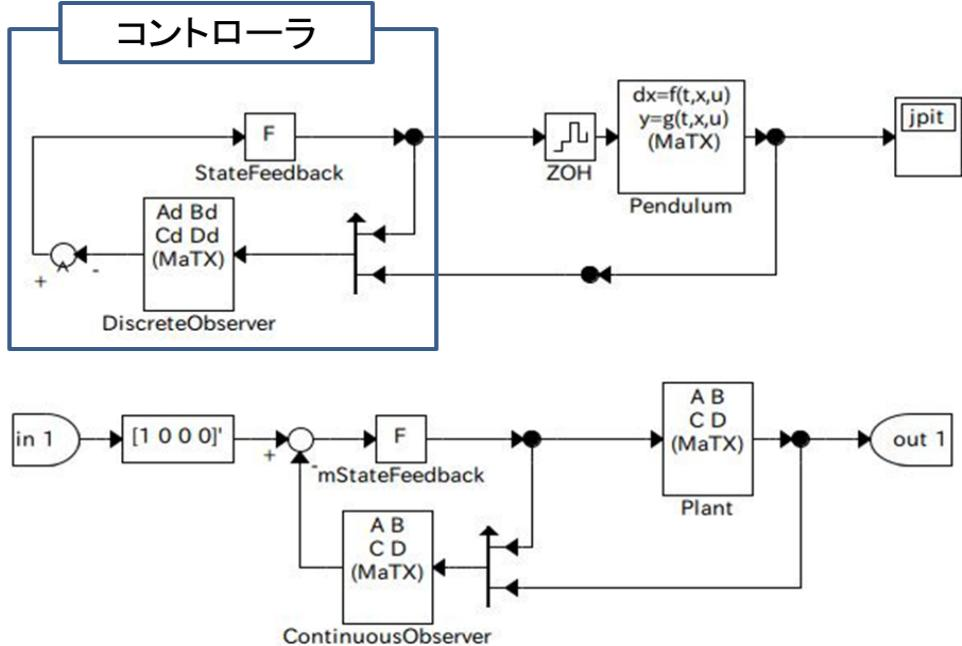
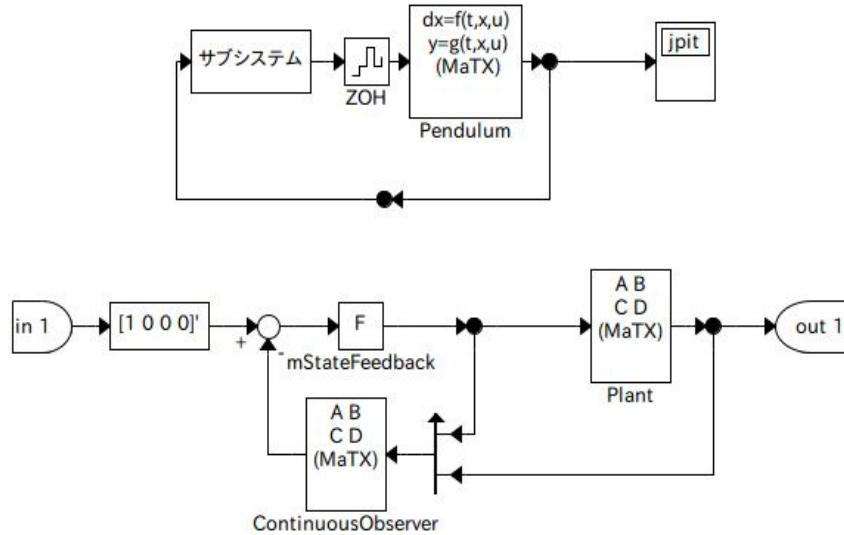

図 26: InvertedPendulum.jamox
図 34: サブシステム化後のブロック線図
コントローラー (LQ 最適制御による状態フィードバックと連続時間オブザーバ) を設計する。まず、ワークスペース内にある InvertedPendulum.jamox を読み込み、倒立振子を表す Pendulum ブロック内のパラメータを同定したパラメータに変更する。図 26 にブロック線図を示す。
- 図 26 のブロック線図の左側にあるコントローラの部分をドラッグして選択し、右クリックで表示されるメニューから「サブシステム化」を選択する。サブシステム化後のブロック線図を図 34 に示す。(注: サブシステム化したままのブロック線図を保存すると再度開くことができなくなるので注意。パラメータを変更した場合はサブシステム化する前に保存を行う。)